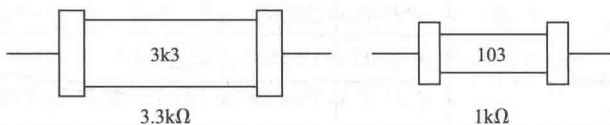

图 1-5 标称阻值的文字符号法
② 文字符号法：将文字、数字有规律地组合起来表示电阻器的阻值，如图 1-5 所示。